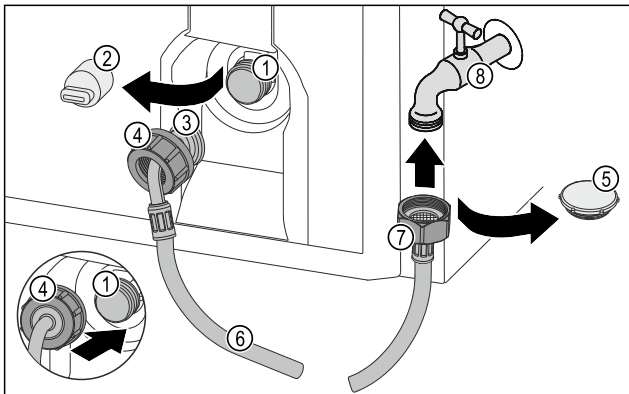

Fig. 23
- Rimuovere il coperchio di chiusura Fig. 23 (5).
- Posizionare l'estremità del flessibile dritta Fig. 23 (7) sul rubinetto dell'acqua Fig. 23 (8).
- Stringere in senso orario sull'estremità del flessibile dritta Fig. 23 (7) in senso orario.